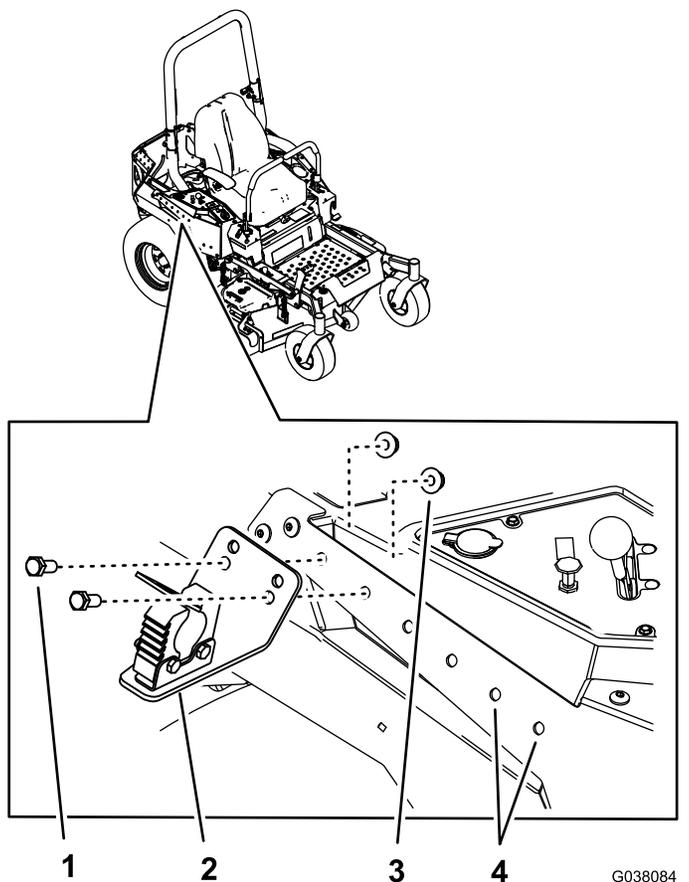

Рисунок 7
- Установите задний монтажный узел на правую боковую панель машины с помощью двух болтов ($\frac{3}{8}$ x $\frac{7}{8}$ дюйма) и двух гаек ($\frac{3}{8}$ дюйма), как показано на Рисунок 7.